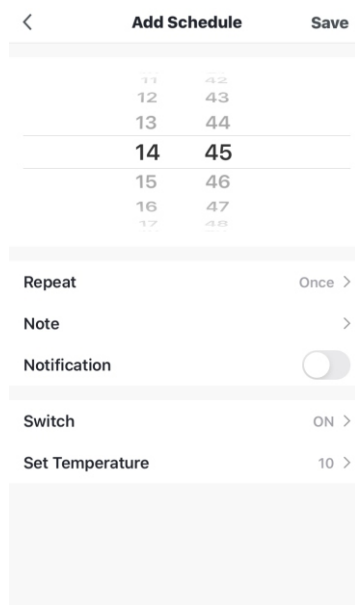

Imagen12
- A) Pulsa «Añadir programación», tal y como se muestra en la imagen 12.